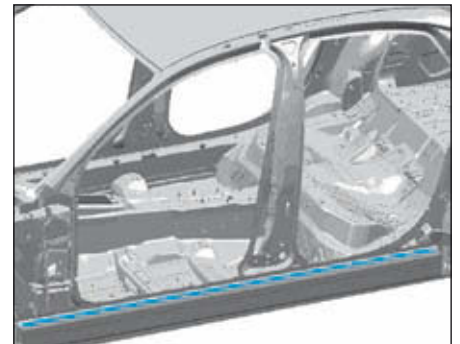
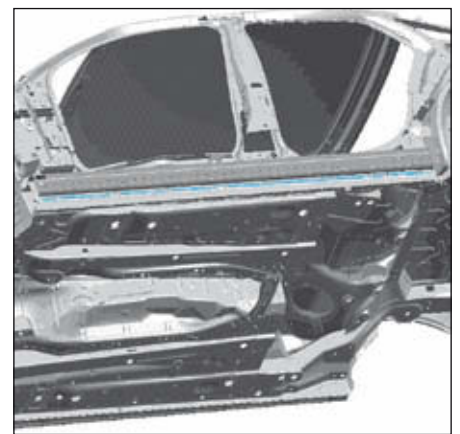

FIG.50
FIG.51
- Tracer puis couper comme illustré (Fig.50) et (Fig.51).